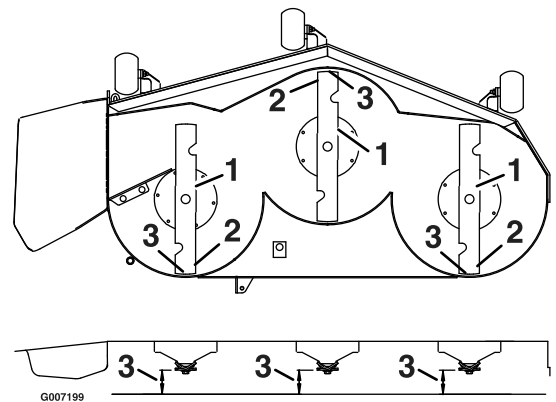

Figure 59
3. Faites pivoter les lames avec précaution pour faire passer les pointes avant à l'arrière (Figure 59).
4. Mesurez la distance entre la pointe de la lame avant et la pointe de la lame arrière par rapport à la surface plane (Figure 59).